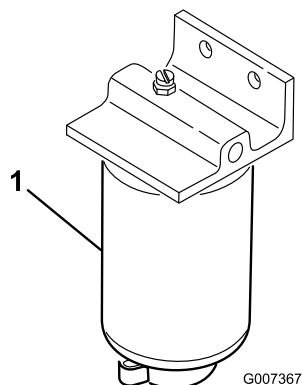

Figure 64
1. Placez un bac de vidange propre sous la cartouche du filtre à carburant (Figure 64).